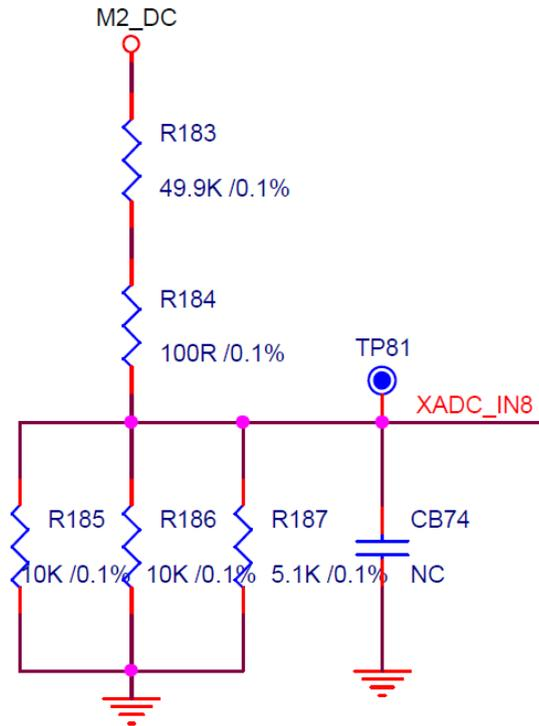

图 5-2 母线电压分压原理图
(2) 母线电压分压系数 `VBUS_ATTENUATE_FACTOR` 主要由母线电压分压电路中配置电阻决定。该分压系数要根据母线电压和参考电压之间比例系数设置，分压后采样电压不能超出 ADC 参考电压，MCU 才能再进行 AD 采集。母线电压分压电路部分具体原理图如图 5-2 所示。
根据图 5-2 进行分析推导可知：